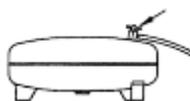

Рис. 7.23
- Один раз в неделю удаляйте конденсат, собравшийся в воздушном ресивере. Чтобы освободить ресивер, **оставьте его под давлением не более 0,5 бар** и откройте клапан на ресивере (рис. 7.23).